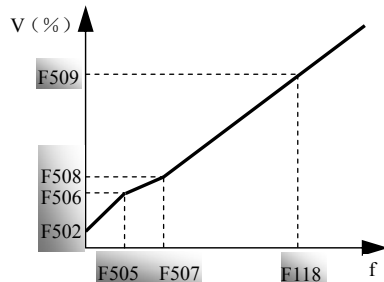

图 5-8 折线式 V/F 曲线
• 用户可根据自己的需要及负载的实际情况, 自行定义折线式 V/F 曲线, 例如图 5-8 所示。